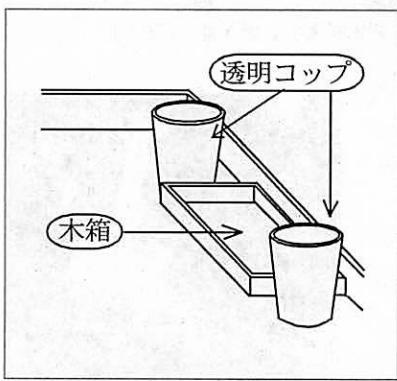

図1 ピンポンバスケット
**ピンポンバスケット：**90秒以内にリング中央におかれた20個のピンポン玉を拾ってゴールに入れる。ゴールは中央に高さ30mmの壁に閉まれた木箱、両サイドに高さ120mmの透明コップを使用する（図1）。ピンポン玉はどのゴールに入れても1個につき1点とする。ただし、3カ所全てのゴールにピンポン玉が入った場合は、総得点が2倍となる。ロボットの車体の大きさは、300mm平方のスタートエリアに納める。ロボットの台数は1台、電源電圧は6V以下、モータ個数は最大4個までとする。